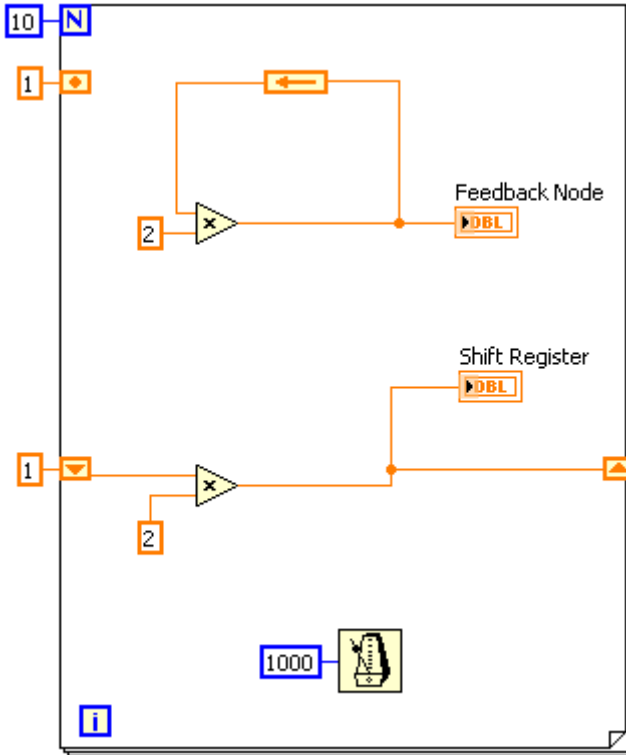

Рис. 19
4. Замените узел обратной связи сдвиговым регистром, как показано на следующей блок-диаграмме (рис. 19):